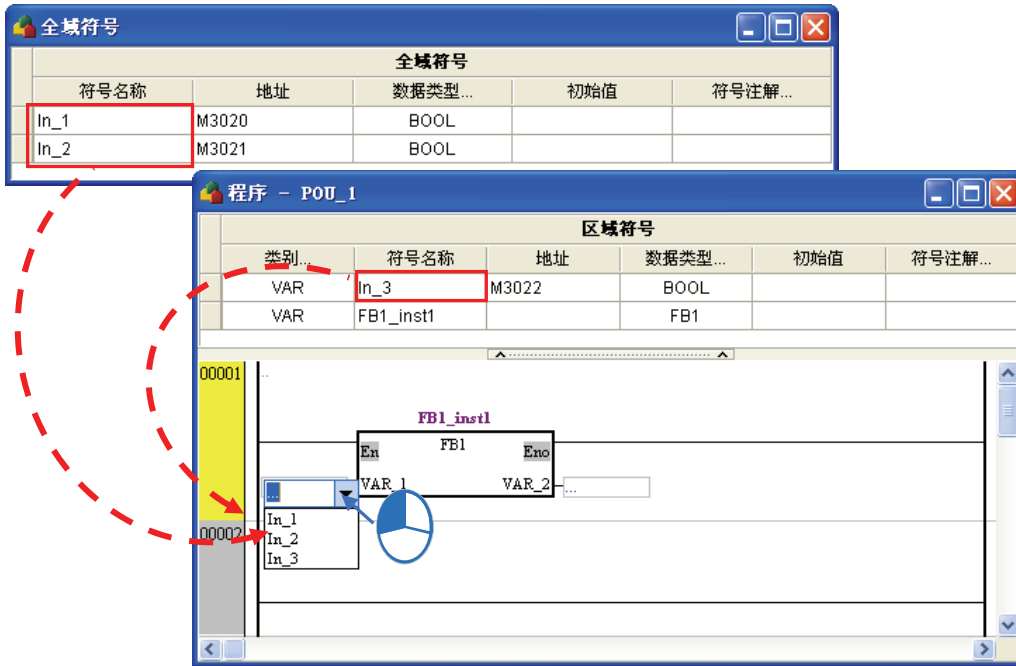

图 13-29 在接脚选择已建立的变量符号
- (1) 当用户已经在全局符号或该 POU 的区域符号建立了变量符号时，点击功能块的接脚，便出现下拉选单，列出同样型态的变量符号供用户选择，如图 13-29。